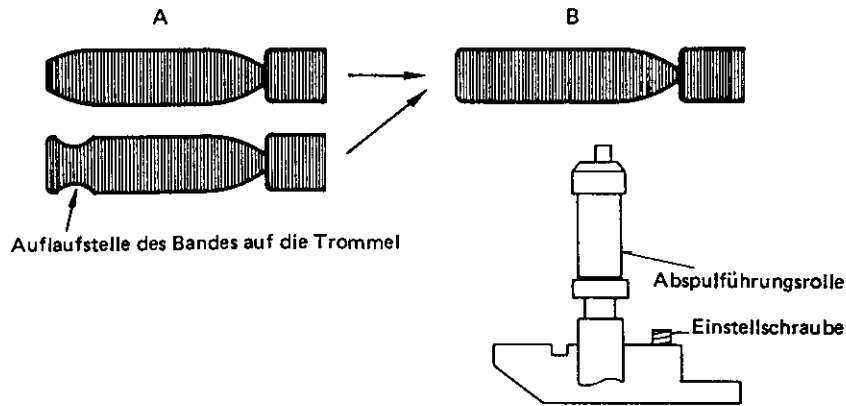

Abb. 2-19 Einstellung der FM-Amplitude (Auflaufpunkt auf die Trommel)
9. Ist die FM-Amplitude ähnlich der von "A" in Abb. 2-19, so muß die Abspulführungsrolle so eingestellt werden, daß die Wellenform der von "B" entspricht.